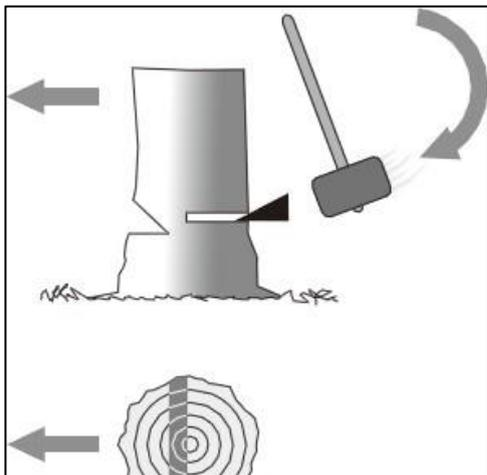

Fig.42
- déterminer le début de la chute au moyen d'un coin (Fig.42).